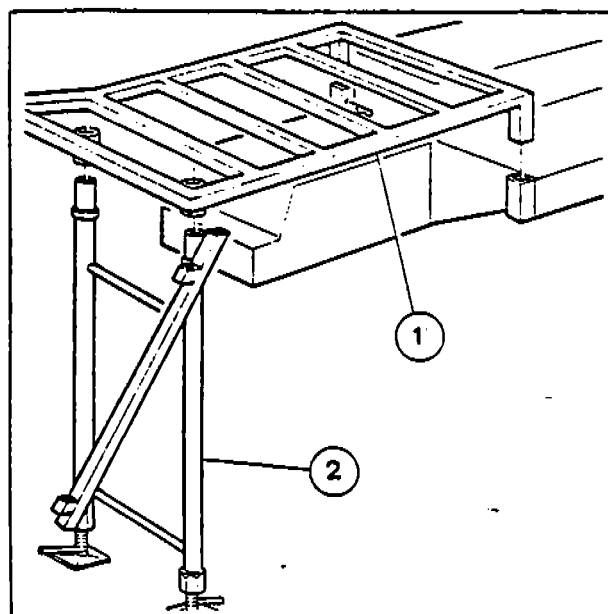

Fig. 29
- Montare le prolunghe pedana (1-Fig. 29), rispettando le sigle riportate su pedana fissa e mobile.
- Supportare le prolunghe pedan con le rispettive gambe (2-Fig. 29). Livellare agendo sugli appositi piedini di registrazione e bloccare il tutto con le rispettive spine e copiglie.